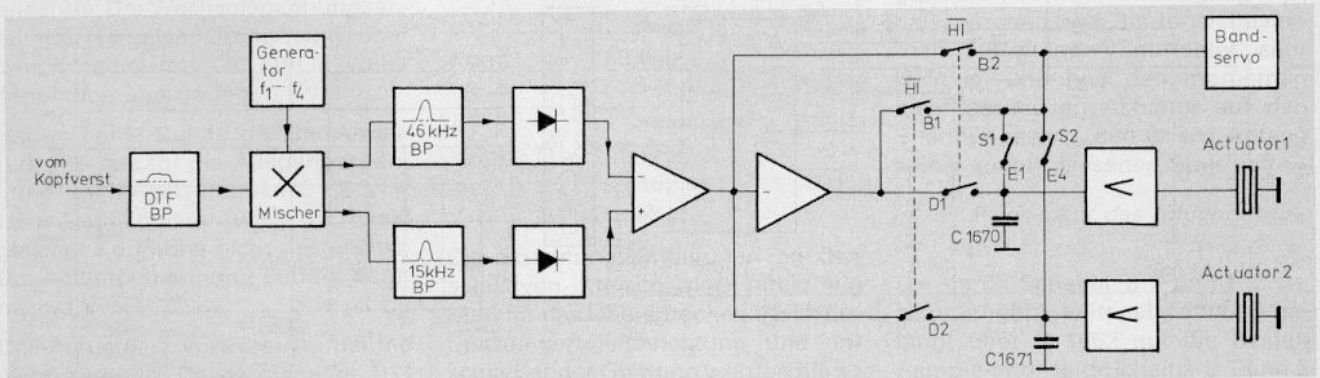

Bild 13 Blockschaltbild „Wiedergabe“
b) Wiedergaberegulation (Blockschaltbild Bild 13)
Die phasenrichtige Zuordnung der Regelspannung zu den Actuatoren erfolgt durch die HI- und \overline{HI} -Impulse. Diese Impulse werden über die bei Wiedergabe geschlossenen Schalter D 3 und D 4 auf die Schalter D 1 und D 2 gegeben, welche die Regelspannung den entsprechenden Actuatoren zuordnen. Dabei ist – wie im Bild 13 zu sehen – die positive Impulshälfte des HI-Impulses (über IC 1690) dem Actuator 1 zugeordnet. Analog dazu öffnet die positive \overline{HI} -Impulshälfte den Schalter D 2 und steuert über die andere Hälfte des Dual-Operationsverstärkers IC 1690 den Actuator 2 an.